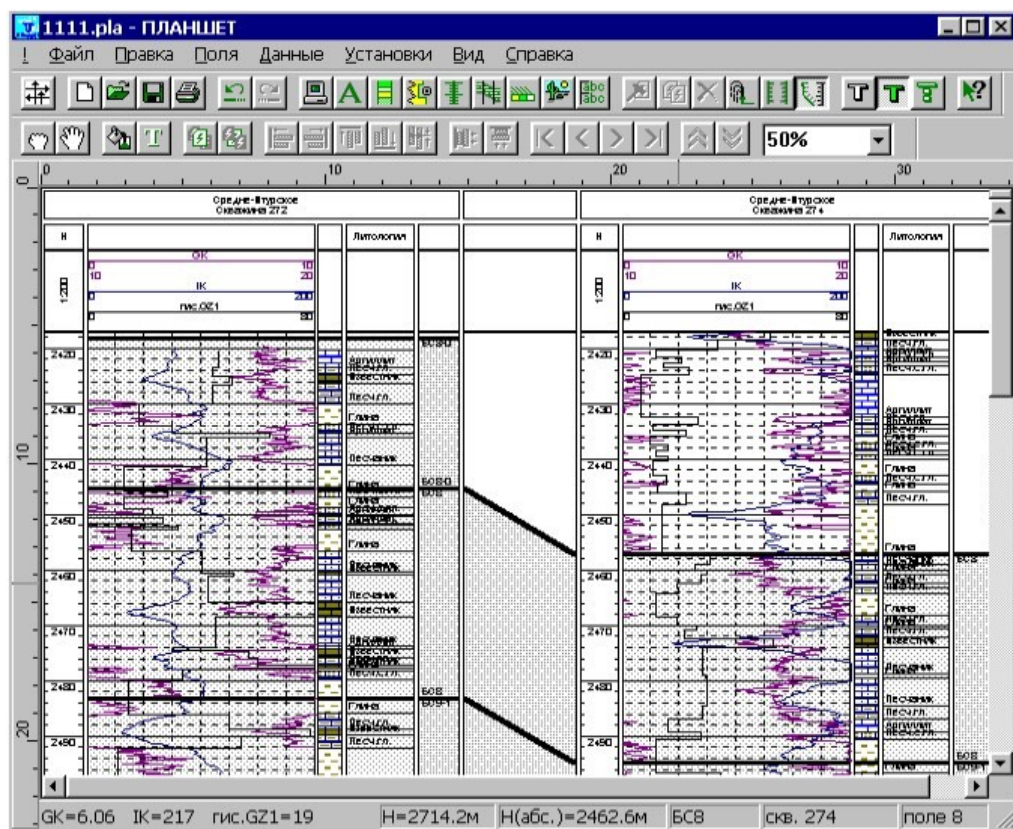

Рисунок 7.5 Пример построения профиля
7. Установите общую шкалу глубин (рисунок 7.5).